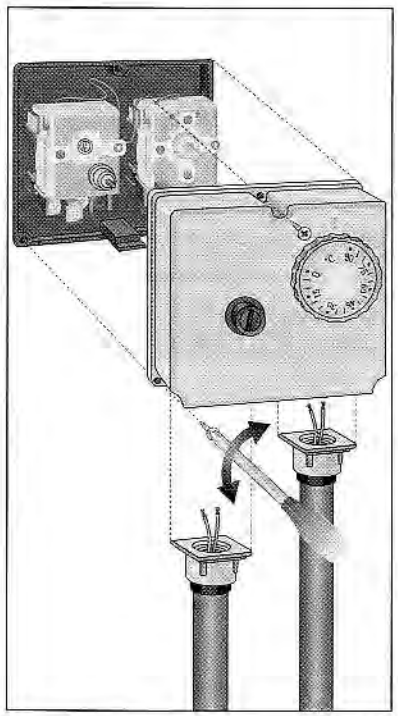

Fig.5 - εικ.5
- B) Verwijder het kapje door de drie schroeven los te draaien. Leid de draden van de installatie door de draadleiders en verbind de draden met het klemmenblok (fig.5) zoals aangegeven in de volgende paragraaf "elektrische aansluitingen". Zet het kapje weer op het produkt.